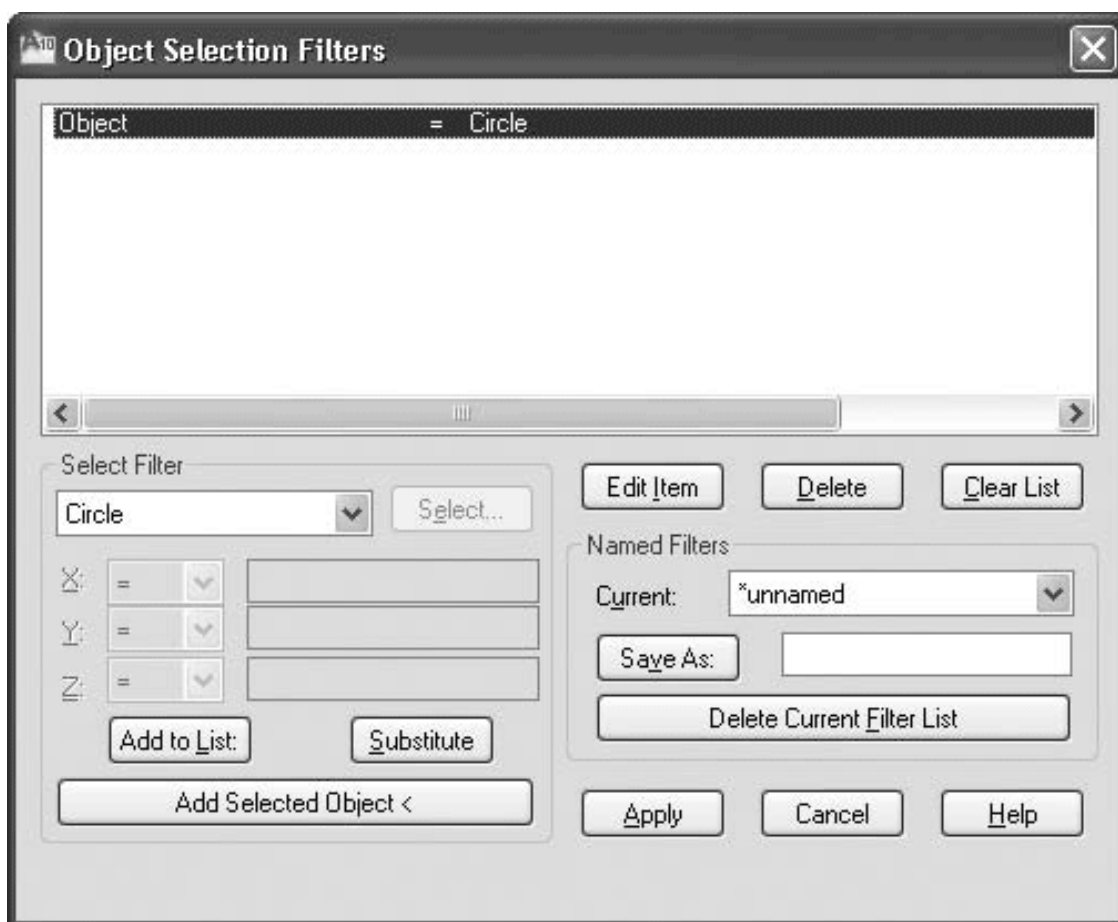

Рис. 3.10. Диалоговое окно Object Selection Filters (Фильтры выделения объектов)
Команда **FILTER** открывает диалоговое окно **Object Selection Filters** (Фильтры выделения объектов), изображенное на рис. 3.10. С его помощью вы можете дать фильтрам имена и сохранить их для последующего использования. Команда **FILTER** создает список требований, которым должен отвечать объект до его выделения. Вы можете ввести эту команду в ответ на запрос, чтобы создать списки фильтрации для дальнейшего использования. Вы можете также использовать команду **FILTER** явно, запустив ее в ответ на приглашение **Select objects:** для использования в текущей команде.
2. В окне **Object Selection Filters** (Фильтры выделения объектов) (см. рис. 3.10) из раскрывающегося списка в области **Select Filter** (Выбрать фильтр) выберите значение **Line** (Отрезок).